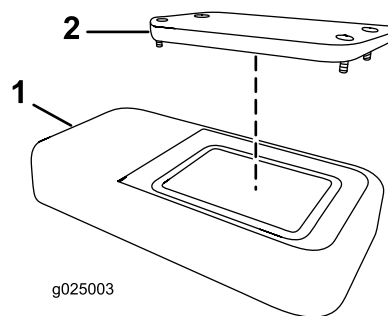

Figura 60
2. Remova a tampa (Figura 60).